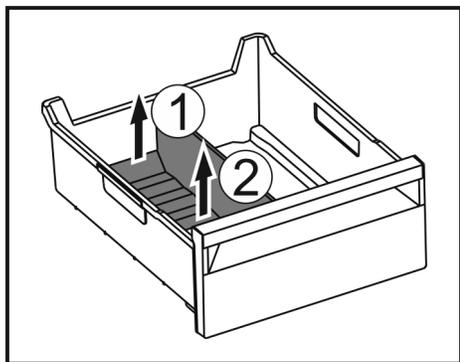

Fig. 119
- ▶ Soulever la partie arrière du séparateur de congélateur. Fig. 119 (1)
- ▶ Retirer le séparateur de congélateur par le haut. Fig. 119 (2)